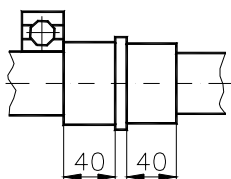
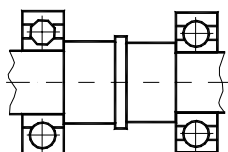

Fig. U7.35
Fig. U7.36
8. Desenul din Fig. U7.35 trebuie completat ca în Fig.U7.36. Care dintre comenzile indicate mai jos permit acest lucru?